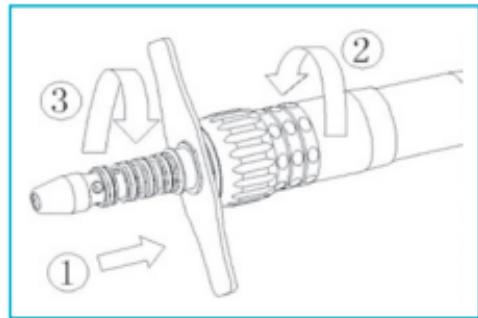

Fig. 6-4
- Aparafuse o acoplamento LED no tubo da turbina (Fig. 6-4①)
- Aperte a tampa rosada do tubo da turbina com a chave (fornecida com o dispositivo médico) (Fig. 6-4②③).